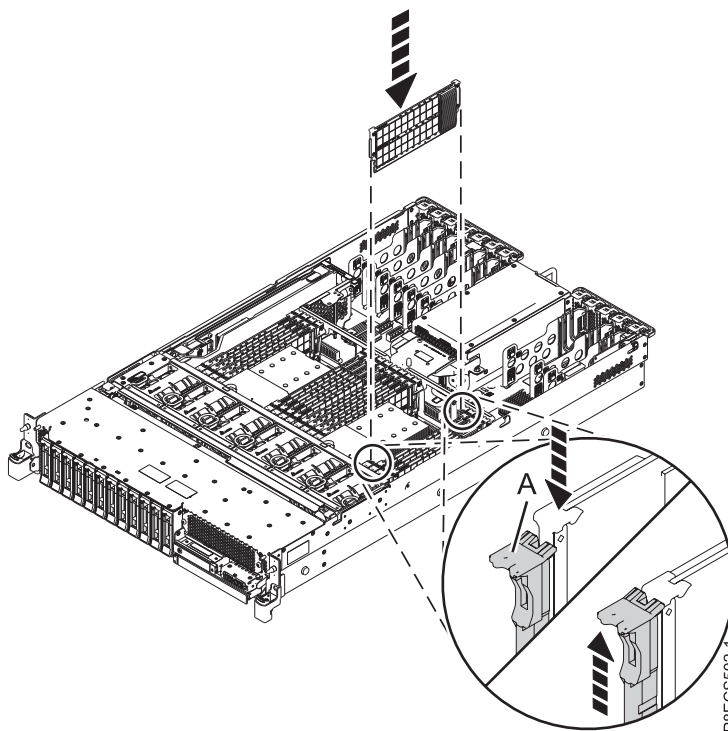

Figura 3. Instalar ou substituir um módulo de memória no sistema 5148-21L, 5148-22L, 8247-21L, 8247-22L, 8284-21A ou 8284-22A
5. Prima o módulo de memória firmemente para a ranhura até a patilha de bloqueio **(A)** encaixar. Consulte a Figura 3 na página 6.